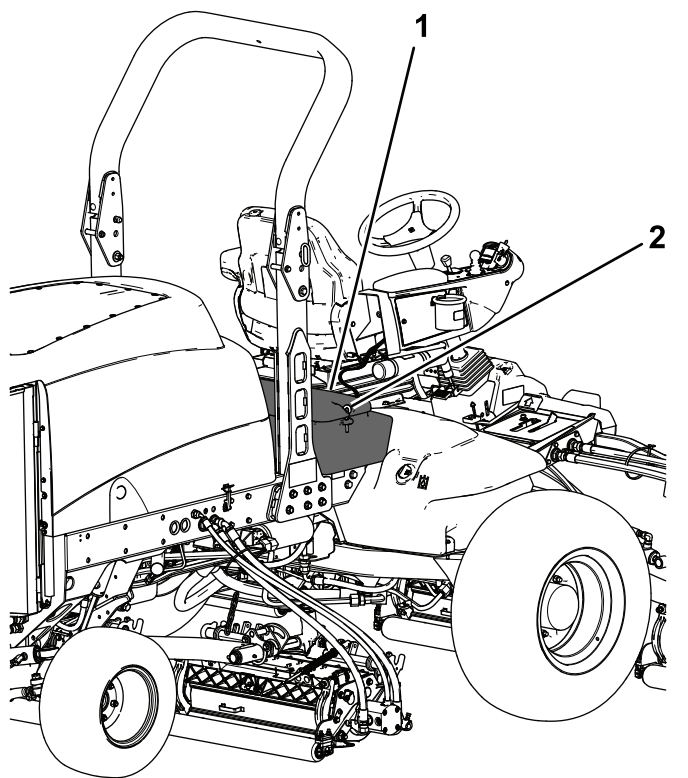

Figura 96
2. Desenganche y levante el panel de la consola del operador (Figura 96).